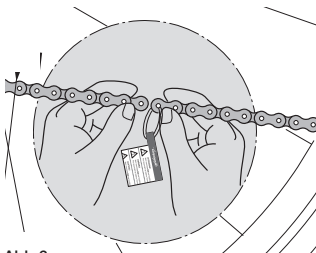

Abb.2
**ACHTUNG!** Führen Sie alle folgenden Vorgänge an demjenigen Kettenende aus, an dem nicht das Kunststoffband und die Klebeetikette "Warning!" (Abb.2) angebracht ist und schneiden Sie auch dort die überzähligen Kettenlieder ab.